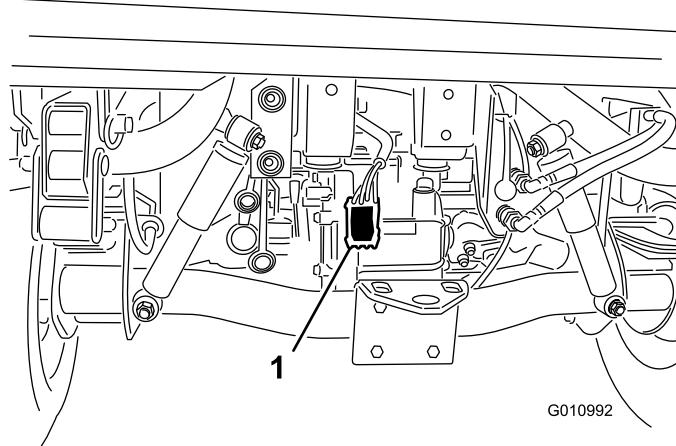

Bild 7
- Verlegen Sie den Kabelbaum am Hauptkabelbaum des Fahrzeugs entlang zum Heck des Fahrzeugs (Bild 7).